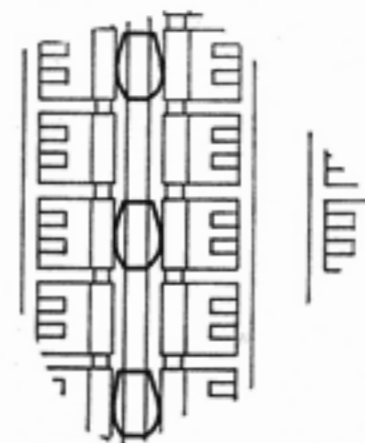

Abb. 5
Biegen müssen wir sie so beweglich machen, daß sie federnd gegen die Kontaktklemmen drücken. Unsere Abbildung 5 zeigt noch einmal das funktionssichere Anliegen der Schaltkontakte. Mit dem Auflegen der Abdeckplatte (11) auf die Unterseite der Programmiertafel schließen wir diesen wichtigen Abschnitt des Aufbaues ab. Die Abdeckplatte sichert die Kontaktklemmen und die Schaltschieber gegen das Herausfallen. Achten Sie darauf, daß alle zehn Zylinderblechschrauben gleichmäßig festgezogen werden.